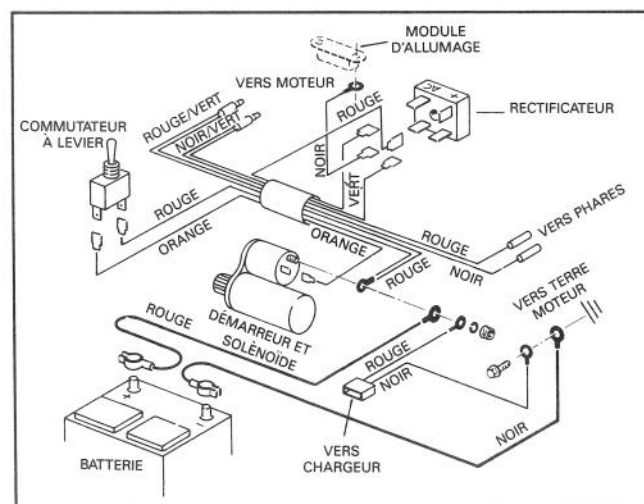

Figure 12
17. Connectez le câble positif (+) de la batterie, le fil rouge du faisceau de conducteurs et le fil rouge de la fiche de charge à la borne du solénoïde, à l'aide de la rondelle d'arrêt à ressort et de l'écrou à embase M8 (fig. 12).
18. Reliez une extrémité du fil orange du faisceau à la borne du solénoïde, et l'autre extrémité à l'une des bornes du commutateur à levier (fig. 12).
19. Reliez les fils rouge/vert et noir/vert du faisceau aux fils rouge/blanc du moteur (fig. 12).
20. Connectez un fil rouge du faisceau au commutateur à levier et l'autre fil rouge à la borne positive (+) du rectificateur (fig. 12).
21. Reliez les deux fils verts du faisceau aux bornes diagonales du rectificateur, marquées "AC" (fig. 12).